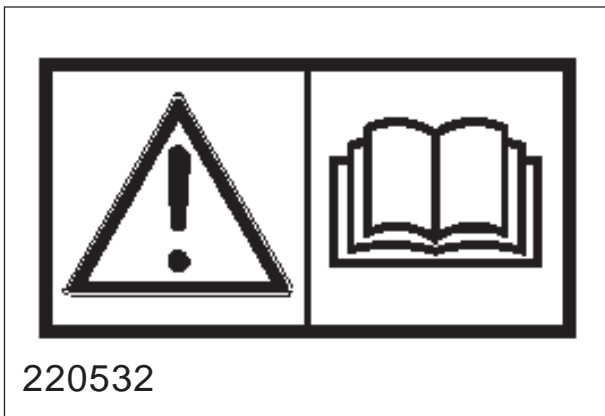

Fig. 16
**Advarselsskilt 220532** (fig. 16). Vær forsiktig! Les og forstå instruksjonsboka før maskinen tas i bruk og før det foretas justeringer og vedlikehold.